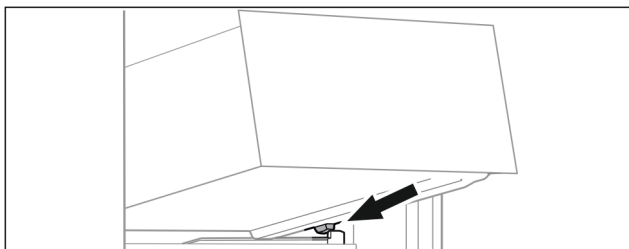

Fig. 119
- Applicare il cassetto inclinandolo dietro i fermi sulla nervatura del contenitore. (vedere Fig. 119)